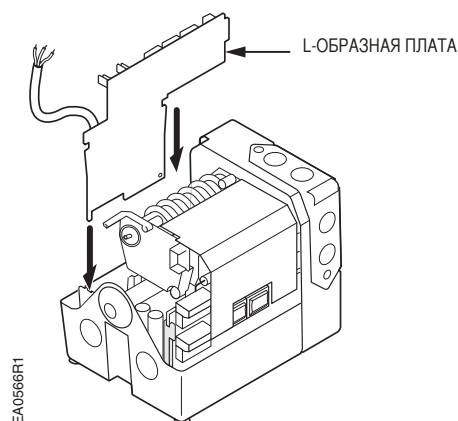

Рис. 27
9. Осторожно вставьте L-образную плату, на которой установлены три синих подстроечных потенциометра, в вертикальные держатели, расположенные на стороне кулачкового барабана привода. См. Рис. 27.